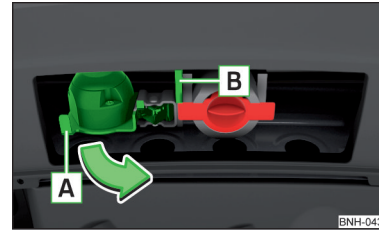

Fig. 140
- Agarrar el enchufe de 13 polos por el mango [A] y girarlo en el sentido de la flecha » fig. 140.